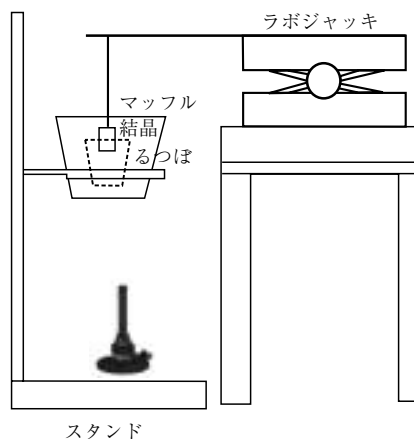

図1 装置図
1. 図1のように、スタンドにリングを取り付け、バーナーが最大火力を出せる位置に調整し、リングにマッフルを取り付ける。